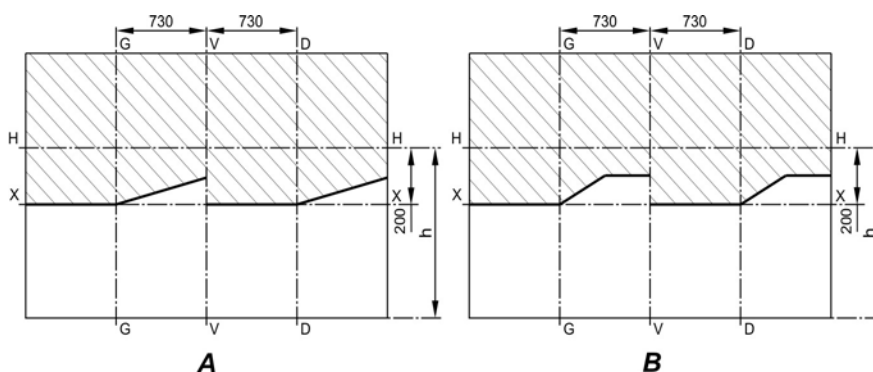

Рис. 8.5. Разметка экрана для регулировки фар:
– установить ненагруженный автомобиль на ровную горизонтальную площадку на расстоянии 10 м от экрана (водитель остается за рулем) (рис. 8.5);
У отрегулированных фар горизонтальный участок светотеневой границы должен совместиться с линией X—X (рис. 8.5А, 8.5В), наклонные участки светотеневой границы должны соответствовать рис. 8.5А (с маркировкой на рассеивателе «AL») и рис. 8.5В (с маркировкой на рассеивателе «ОСВАР»), а точки